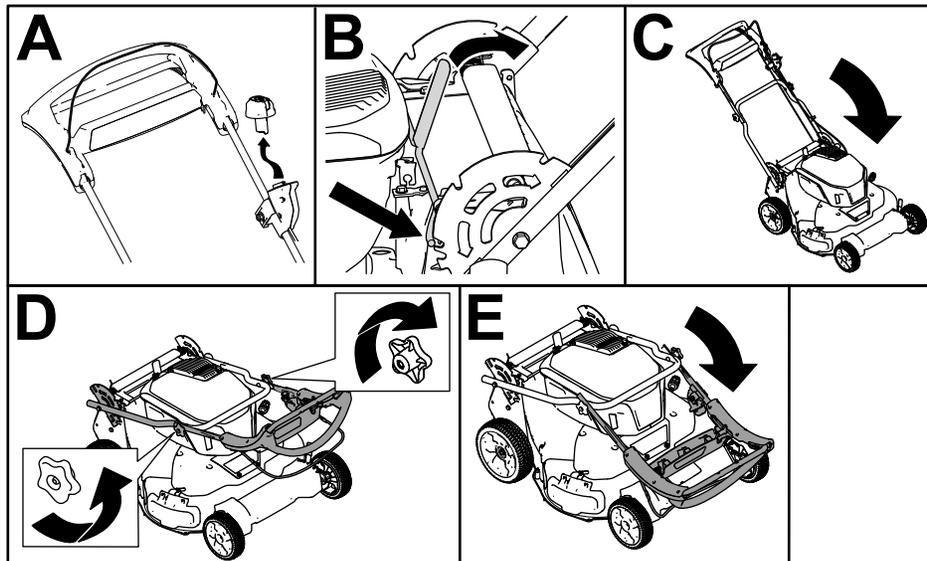

Figura 22
1. Retire el botón de arranque eléctrico (Figura 22, A).
2. Empuje hacia atrás de la palanca de bloqueo para desencanchar las clavijas de bloqueo del manillar (Figura 22, B).
3. Baje el manillar hacia la parte delantera de la máquina (Figura 22, C).
4. Afloje los pomos del manillar que sujetan el manillar superior (Figura 22, D).
5. Baje el manillar superior (Figura 22, E).